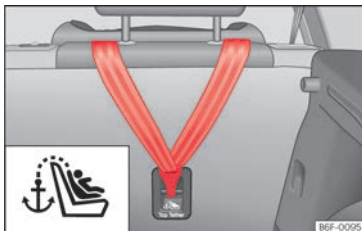

Abb. 38 Rückseite der Rücksitzbank: Halteösen für den Top Tether Haltegurt.
Kindersitze mit dem Top Tether-System sind mit einem Gurt für dessen Befestigung am Verankerungspunkt des Fahrzeugs ausgestattet. Dieser Verankerungspunkt befindet sich im hinteren Teil der Rückenlehne des Rücksitzes (mit dem Symbol  gekennzeichnet) und bietet einen besseren Rückhalt »» (Abb. 38).
- Den Haltegurt verschieben und ordnungsgemäß an der Verankerung des hinteren Teils der Rückenlehne befestigen »» (Abb. 38).